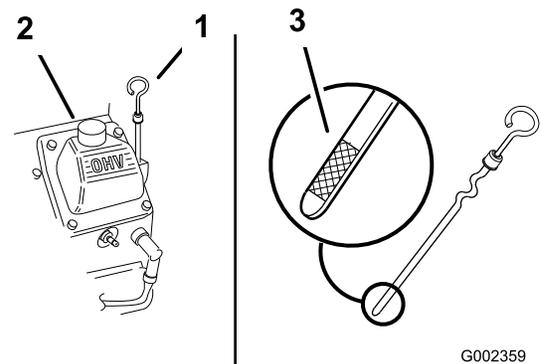

図 17
2. 給油口からごみが入ってエンジンを傷つけないように、ディップスティック (図 17) の周囲をウェスできれいに拭く。
3. ディップスティックを抜き取り、付いているオイルをウェスで拭きとってもう一度完全に差し込む (図 17)。
オイルの量がディップスティックの FULL 位置までであればよい (図 17)。